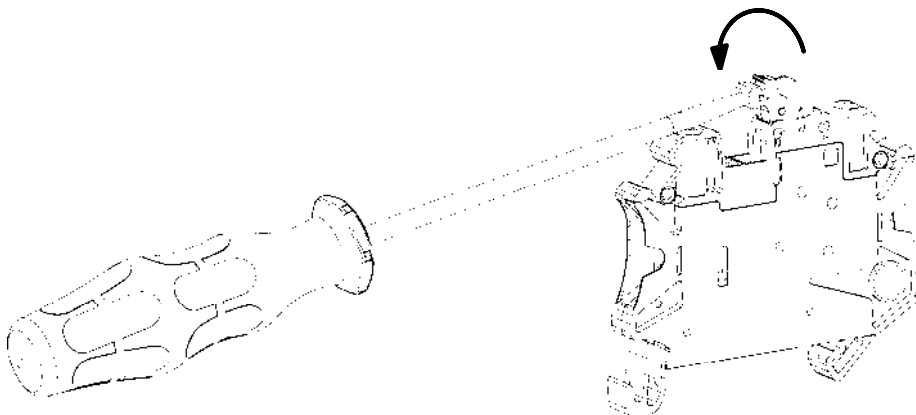

Рисунок 29 – клемма с размыкателем в разомкнутом положении
- Наклоните отвертку для размыкания цепи (рис. 29).